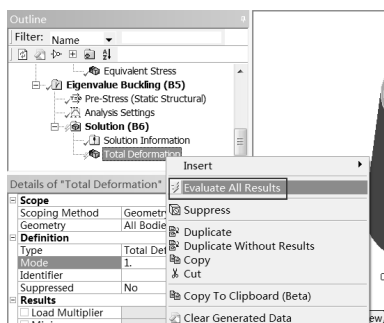

图 14-81 快捷菜单
Step4：如图 14-81 所示，右击 Solution 选项，在弹出的快捷菜单中选择 Evaluate All Results 命令，进行后处理计算。